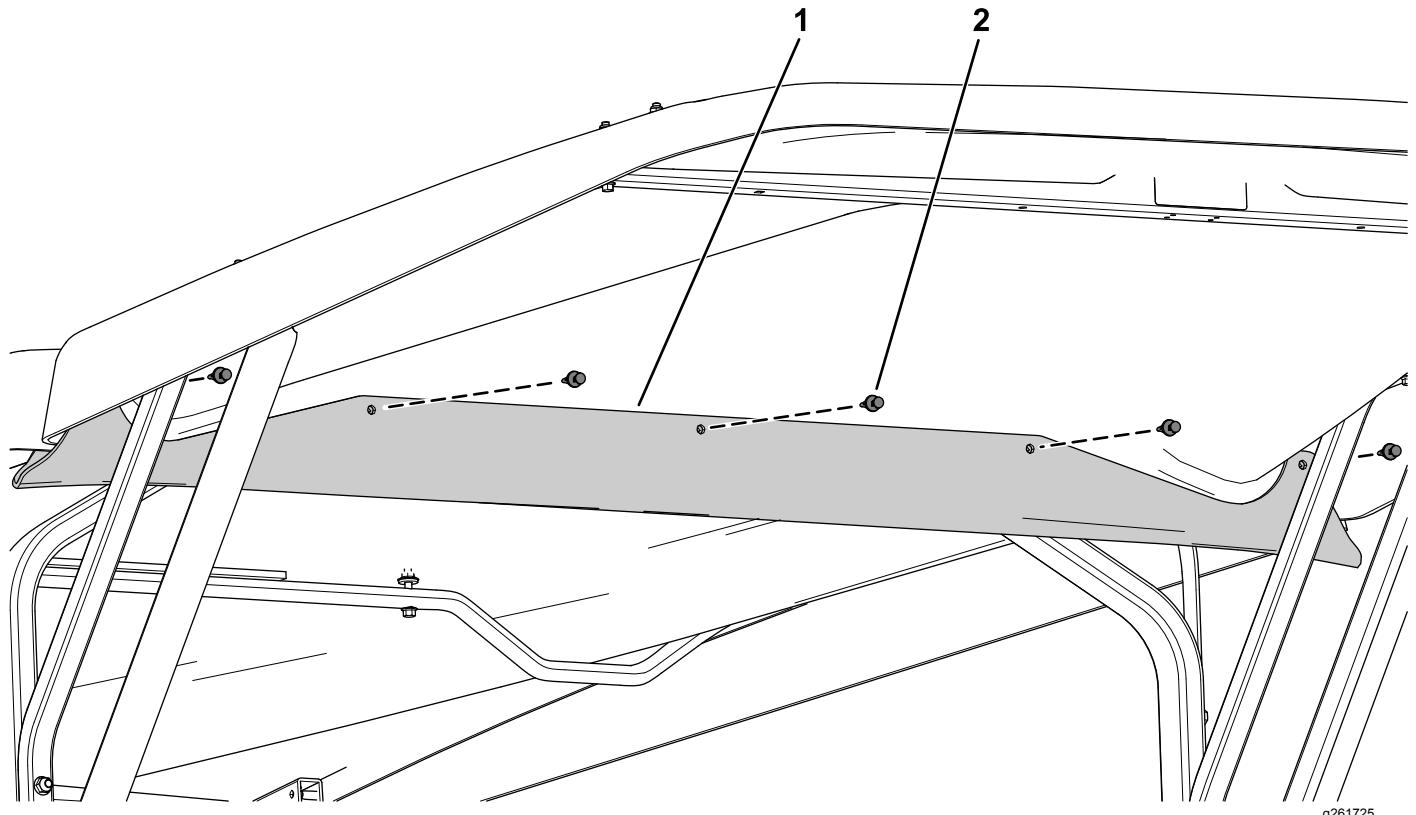

Figura 8
1. Sujete el canalón a la extensión de la capota con 5 remaches de plástico (Figura 8).